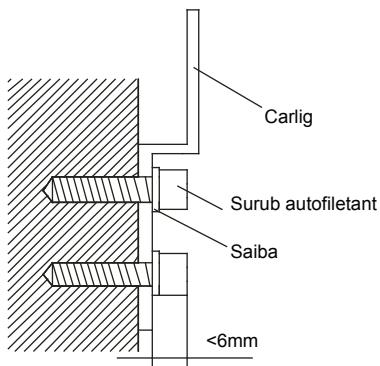

Fig.49-7
1. Fixati carligele in perete cu ajutorul suruburilor autofiletante (vezi fig 49-7)